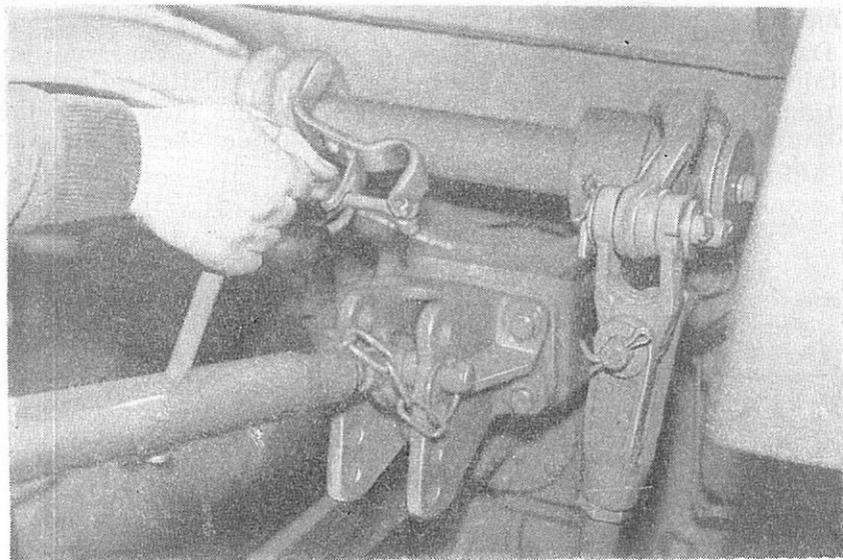

Fig. 19. Réglage de la barre centrale
5. Une fois la machine fixée au tracteur en trois points, disposer son cadre horizontalement en modifiant la longueur de l'entretoise droite et de la barre centrale (fig. 19).